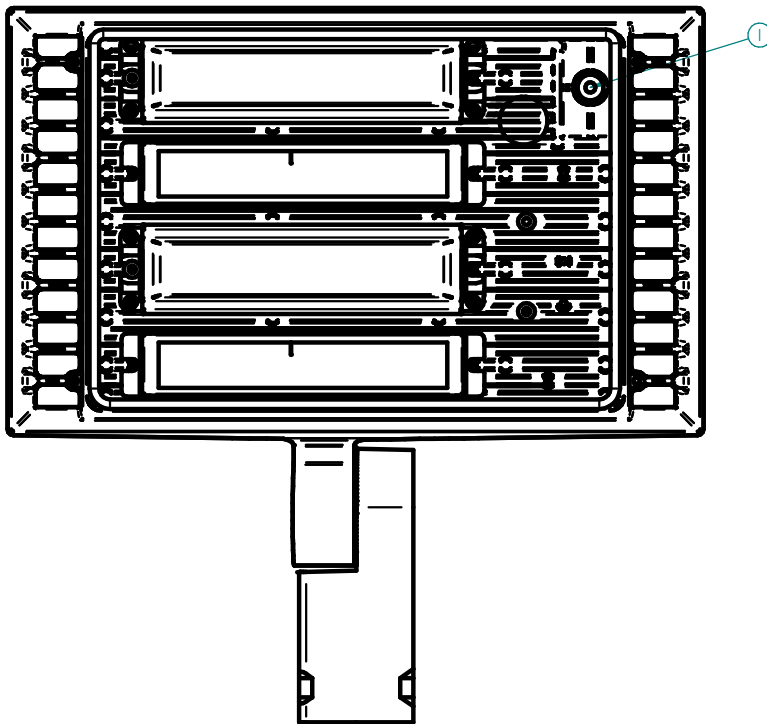

Fig. 5
- Retirez la plaque frontale et percez un trou de diamètre 11/16 "(0.6875") à l'emplacement prévu (élément 1, figure 5).